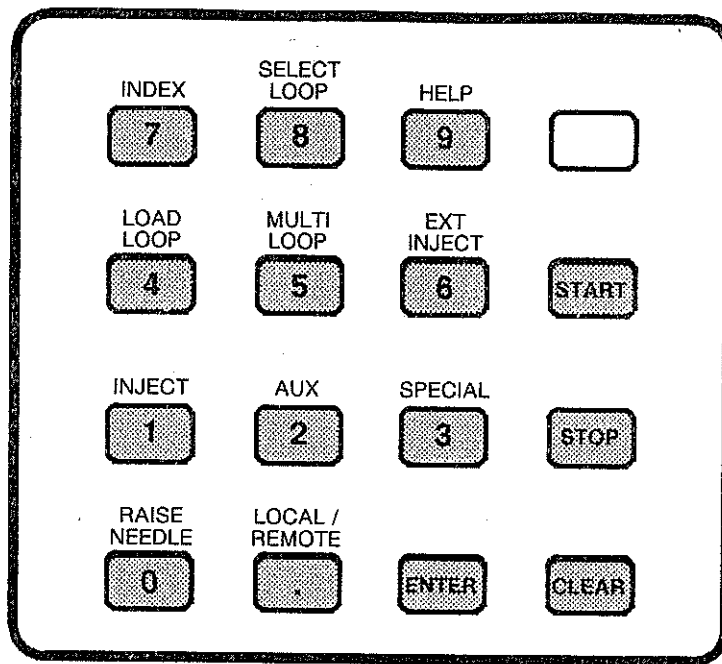

Abb. 7: Tastenfeld
Das Tastenfeld (3) mit den 16 Knöpfen befindet sich in der rechten Hälfte der Gerätefront (siehe Abb. 2). Es ermöglicht die direkte Kommunikation mit dem Autosampler 698. Das Tastenfeld arbeitet in zwei Betriebsarten, dem Dialog-Modus und dem Funktions-Modus. Abb. 7 zeigt das Tastenfeld im Detail.